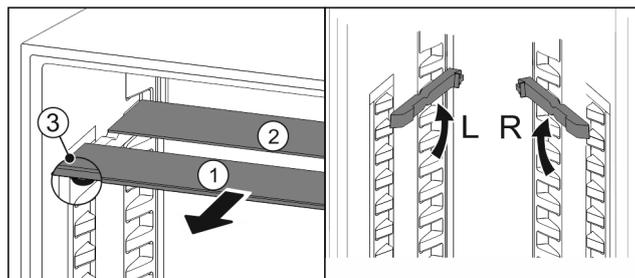

Fig. 46
- ▶ Steklene plošče posamično izvlecite Fig. 46 (1) naprej.
- ▷ Steklена plošča Fig. 46 (1) z okrasno letvijo je spredaj.
- ▷ Zaustavljalniki Fig. 46 (3) so obrnjeni navzdol.